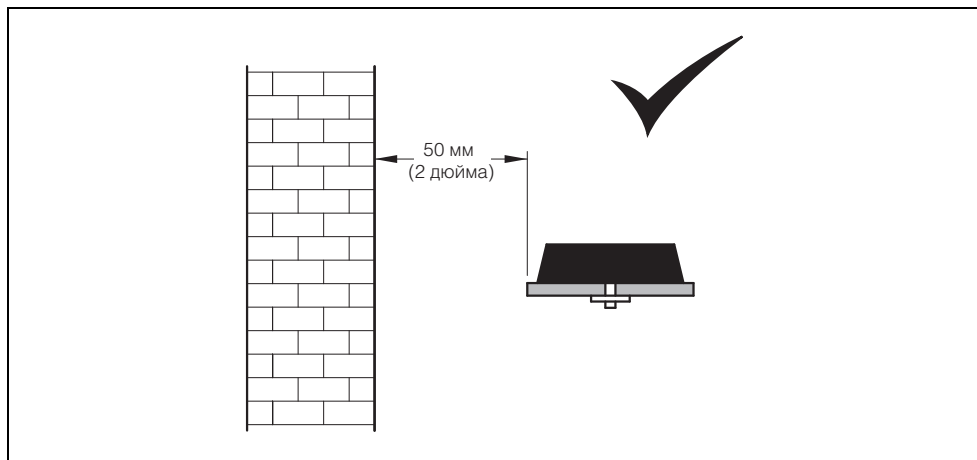

Рис. 2.21 Монтаж антенны GSM
- Не монтируйте антенну ближе 50 мм от любой капитальной стены или поверхности – см. Рис. 2.21.